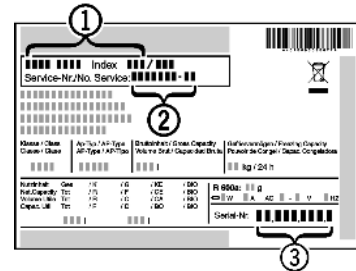

Fig. 56
- ▶ Прочетете от идентификационната табелка означението на уреда *Fig. 56 (1)*, сервизния № *Fig. 56 (2)* и серийния № *Fig. 56 (3)*. Идентификационната табелка се намира на лявата вътрешна стена на уреда.